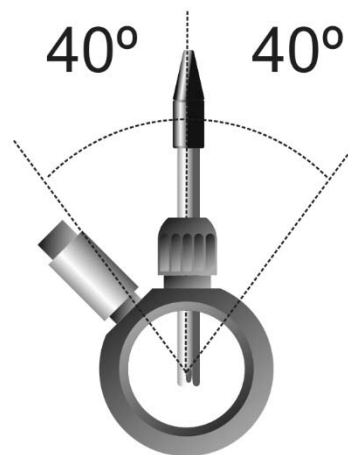

Fig. 3a
4. **Installare sempre i sensori di pH/ORP di preferenza in verticale o con un'inclinazione massima di 40° (fig. 3a).**